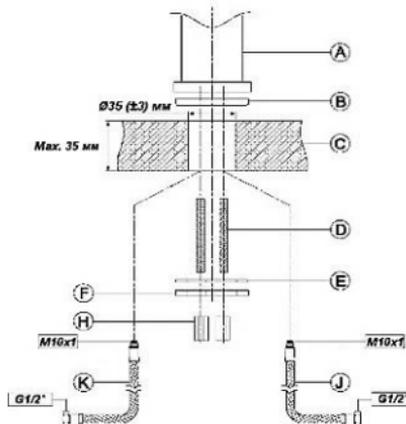
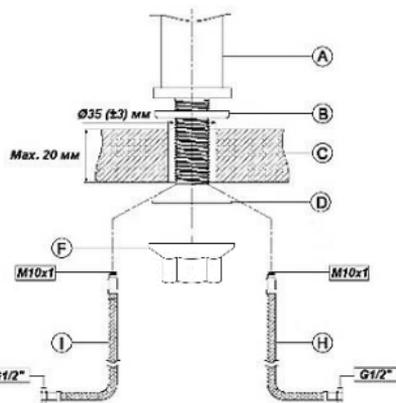

Рис.1
Рис.2
- Установите смеситель в монтажное отверстие, используя монтажный комплект (см. рис. 1 и рис. 2).
- **рис. 1:** А – корпус смесителя; В – уплотнительная прокладка; С – монтажная поверхность; D – шпилька; E – фигурная прокладка; F – фигурная шайба; H – гайка; K, J – гибкие подводки.
- **рис. 2:** А – корпус смесителя с резьбовой монтажной втулкой; В – уплотнительная прокладка; С – монтажная поверхность; D – уплотнительная прокладка; F – гайка с пресс-шайбой; I, H – гибкие подводки.